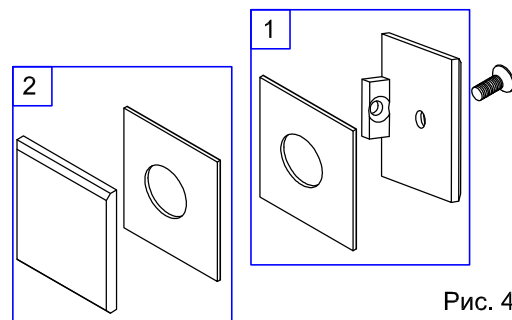
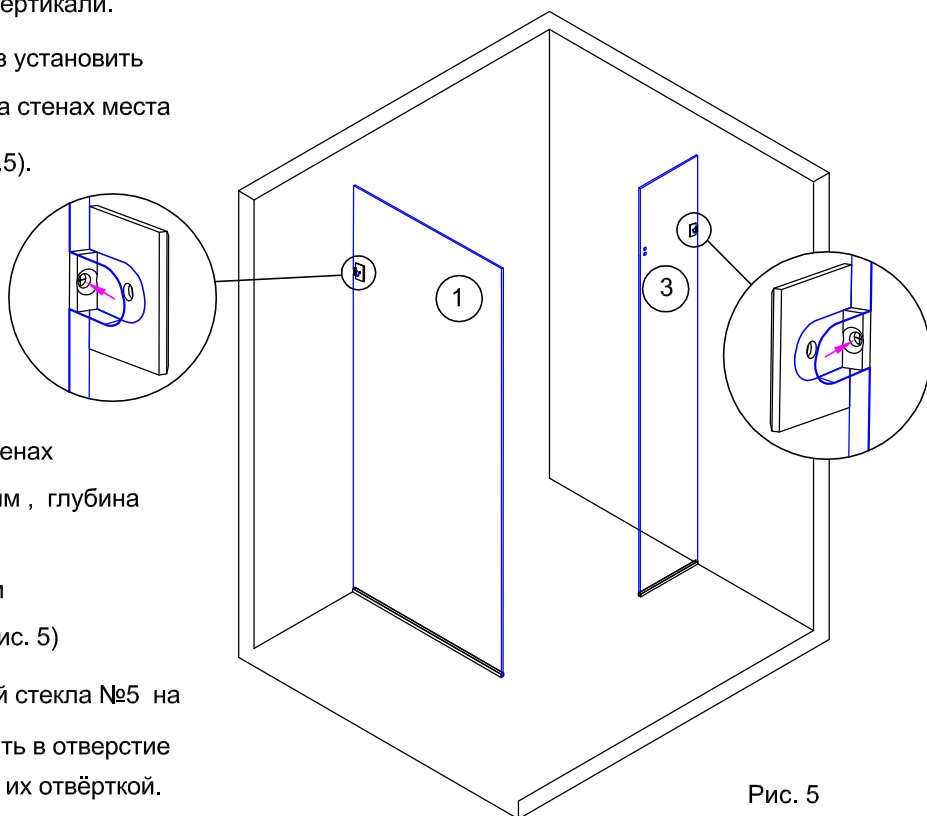

Рис. 4
Рис. 5
2.2. С внутренней стороны стекла в вырез установить комплект 1 держателя (рис.4). Отметить на стенах места отверстий для крепления держателей (рис.5).
Вставить в отверстия дюбели №17. При необходимости использовать молоток. (рис. 5)
2.8. Установить комплекты 2 держателей (рис.4) с внешней стороны стекла и скрутить пакет 1, стекло и пакет 2 винтом.